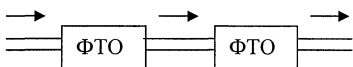

Рис. 3
10.3. Дополнительный фильтр включен по конструктивной схеме (рис. 3).